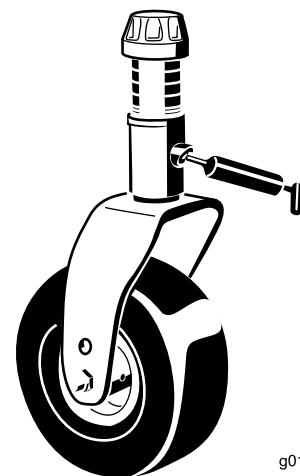

Figura 66
- Casquillo del eje de la horquilla de la rueda giratoria (1) (Figura 66)
- Casquillo del pivote del brazo tensor — situado en el brazo tensor (1)